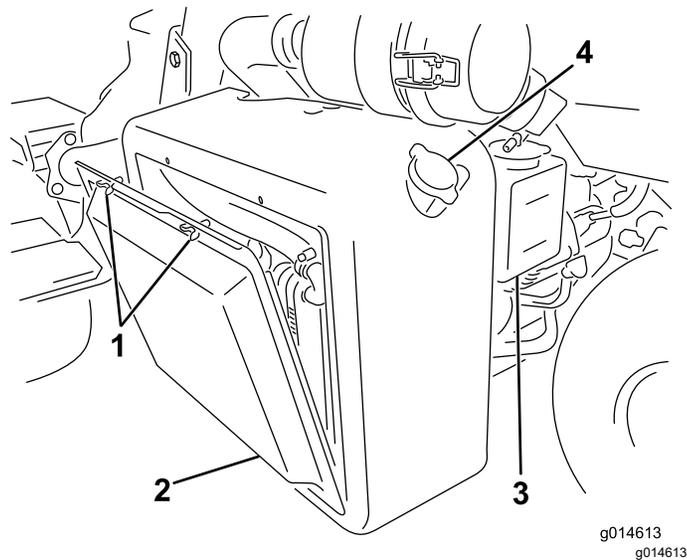
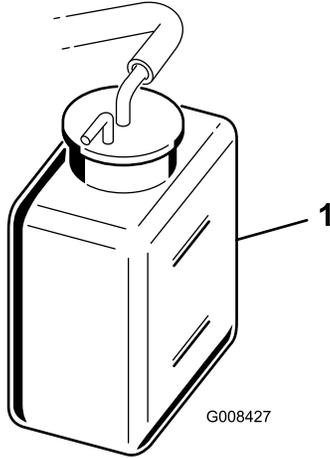

图 50
图 51
1. 拆下散热器吸风滤网图 50。
2. 检查冷却液液位 图 50和 图 51。